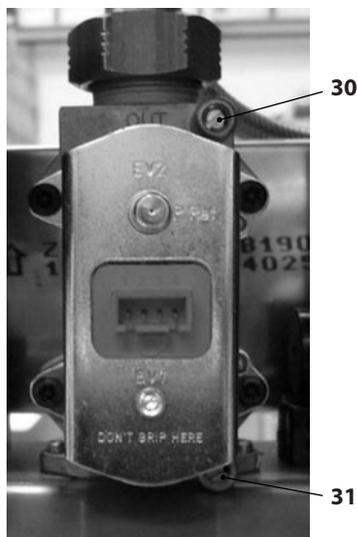

Figura 7.1
A caldaia spenta (fuori servizio), controllare la pressione di alimentazione utilizzando la presa 31 in Figura 7.1 e confrontare il valore letto con quelli riportati nella tabella Pressioni di alimentazione gas nella sezione "Dati tecnici M290.24CM/..." a pag. 22, "Dati tecnici M290.28CM/..." a pag. 25 e "Dati tecnici M290.32CM/..." a pag. 28.
• Richiudere bene la presa di pressione 31 in Figura 7.1.
• Aprire la presa di pressione 30 in Figura 7.1 e collegare un manometro.